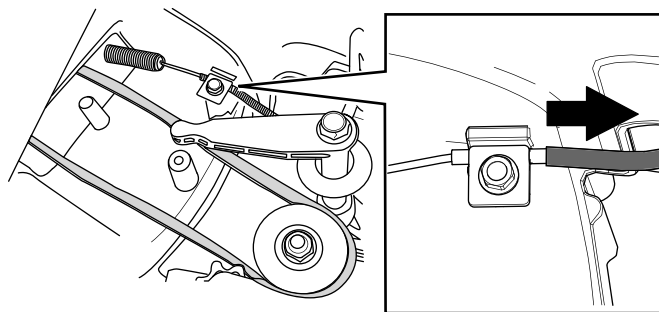

Рисунок 34
6. Потяните оболочку троса так, чтобы устранить провисание (Рисунок 34).